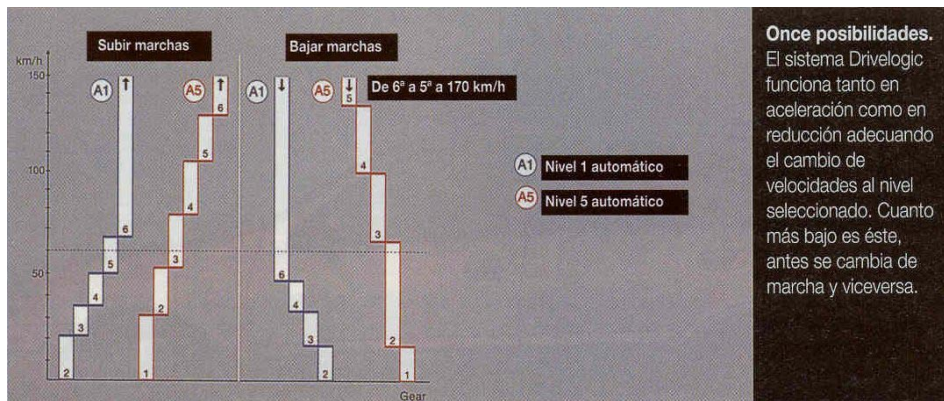

Figura 18. Diferencias entre las leyes del modo automático
- Automática (A). Incorpora 5 leyes de funcionamiento. En la A1 siempre se arranca en segunda. Existe también la función *kick-down* para conservar la capacidad de respuesta en caso de necesidad (Figura 18).